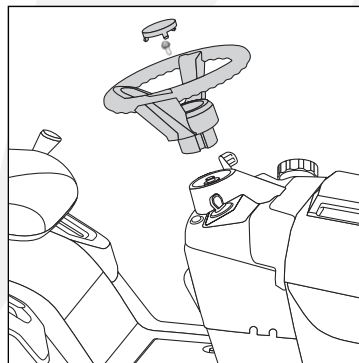

Fig. 4
1. Alinee el volante con el eje de dirección, deslice el volante por el eje hasta que esté en su posición y asegure el volante con el tornillo proporcionado con un par de torsión de 15 a 19 lb-pie. (Fig. 4)